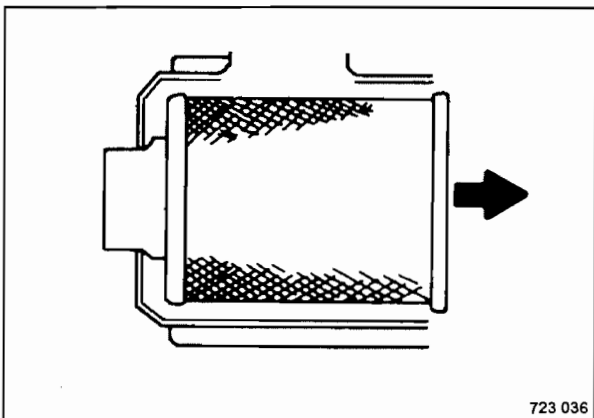

Fig. 105
- Extraer el elemento filtrante principal (Fig. 105) con mucho cuidado de la carcasa.